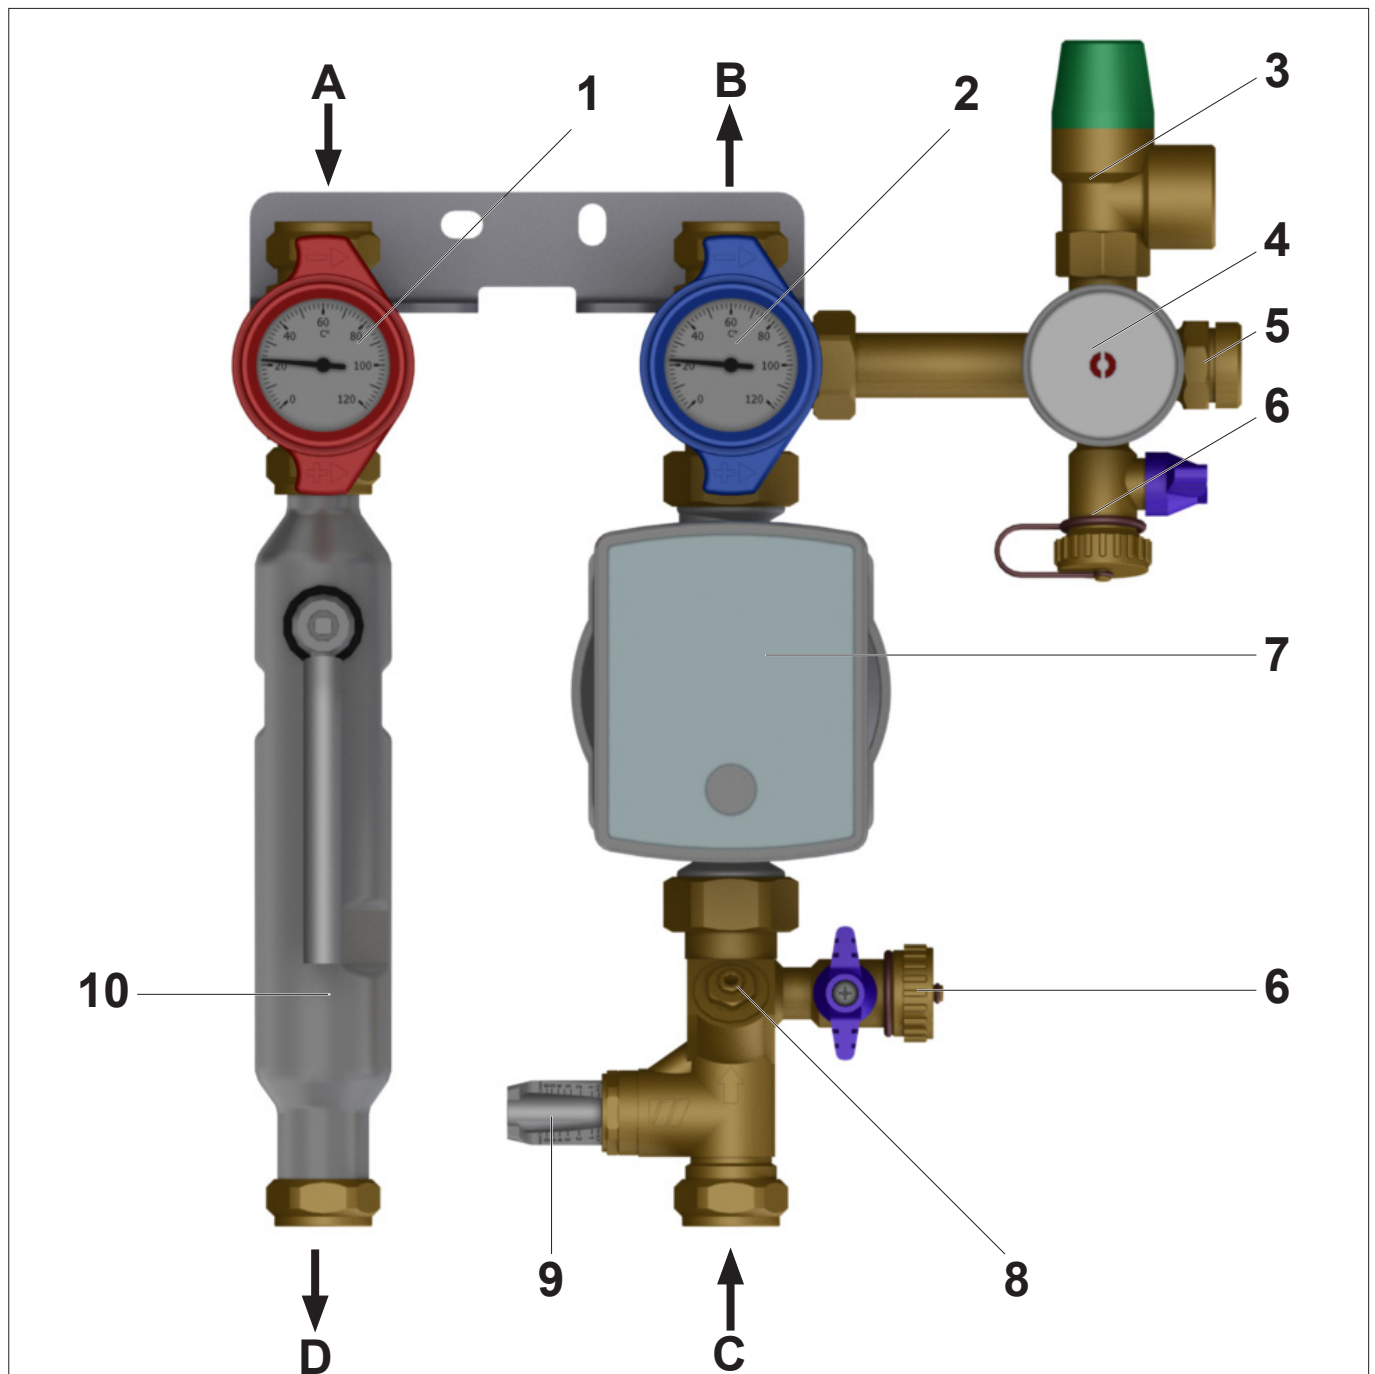

Abb. 3: Komponentenübersicht (dargestellt am Typ 8130 mit Entlüfterrohr und WattFlow)
- Schließen Sie die Vor- und Rücklaufleitung des Solarkreislaufs (Pos. A+B, siehe Abb. 3 auf Seite 8) und des Speicherkreislaufs (Pos. C+D, siehe Abb. 3 auf Seite 8) an.